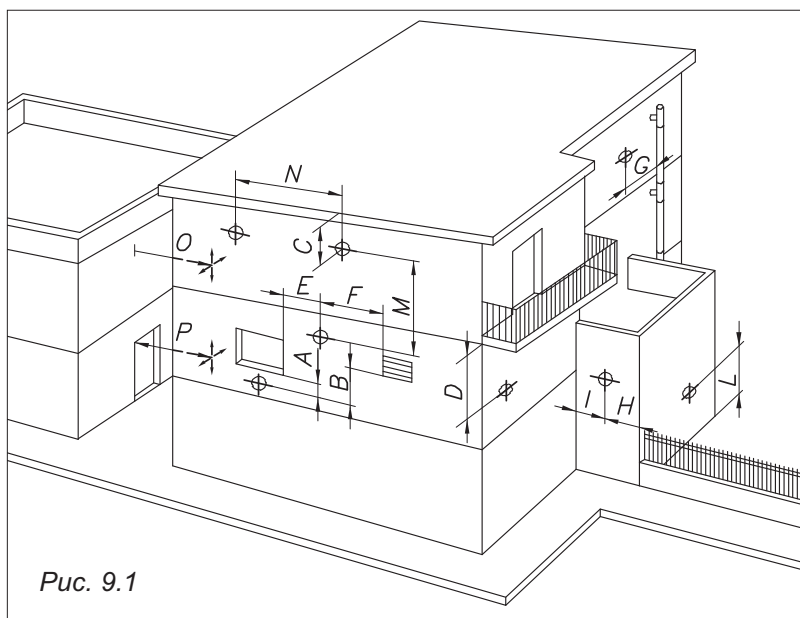

Рис. 9.1
- Расположены (см Рис. 9.1) таким образом, чтобы при образовании выбросов в атмосферу, соблюдались положенные расстояния, указанные в нижеприведенной таблице.